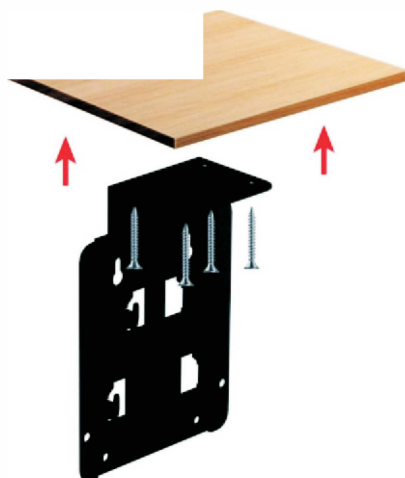

Figura 1
1. Se for necessário fixar o cofre debaixo de objectos como uma mesa, selecione as quatro barras no plano horizontal do suporte de montagem (Figura 1) e utilize parafusos de montagem para fixar o suporte à mesa.